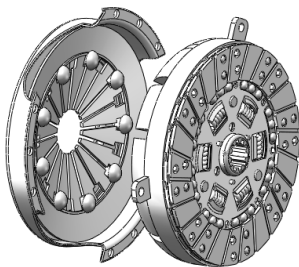

图 5-46 为从动盘和压盘定义重合配合
STEP 2 单击“配合”按钮，定义导入的零件在一条中轴线上，并为从动盘和压盘定义重合配合，如图 5-46 所示。